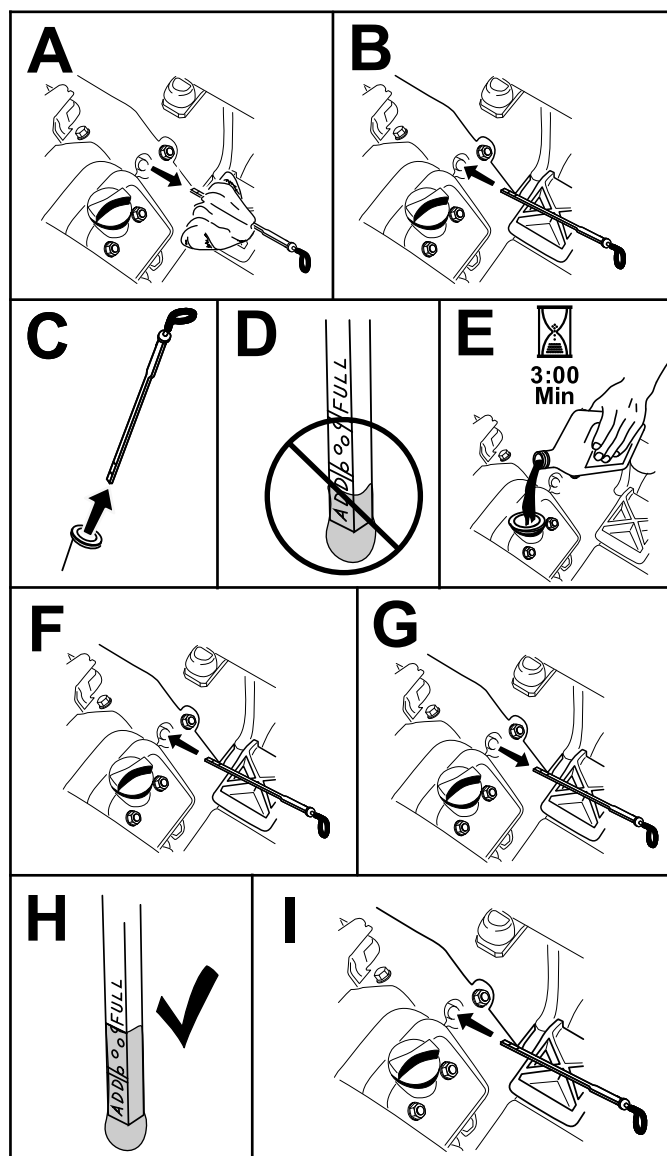

Figure 25
5. Remettez la jauge dans le tube en l'enfonçant complètement. Ressortez la jauge du tube et vérifiez le niveau d'huile. Si le niveau est trop bas, retirez le bouchon de remplissage du couvre-culasse et ajoutez la quantité d'huile spécifiée nécessaire pour amener le niveau au repère maximum sur la jauge (Figure 25).